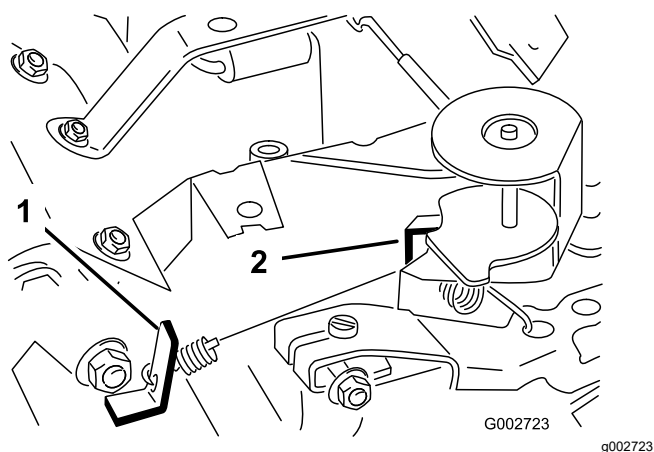

图 39
3. 弯转调节怠速弹簧的锚板图 39 以达到  $1725 \pm 50\text{rpm}$  的怠速。
6. 弯转高速弹簧锚板图 39 以达到  $3400 \pm 50\text{rpm}$  的高速。